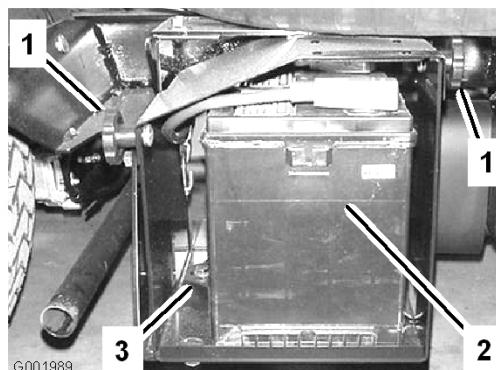

Figura 53
2. Allentate le manopole ai lati della cassetta della batteria e togliete il coperchio della batteria (Figura 53).
5. Togliete la cinghia della batteria e i dispositivi di fermo (Figura 53).
2. Montate la cinghia della batteria e fissatela con i dispositivi di fermo tolti in precedenza (Figura 53).
4. Montate il coperchio della batteria e fissatelo con le due manopole (Figura 53).
1. Allentate le manopole ai lati della cassetta della batteria e togliete il coperchio della batteria (Figura 53).